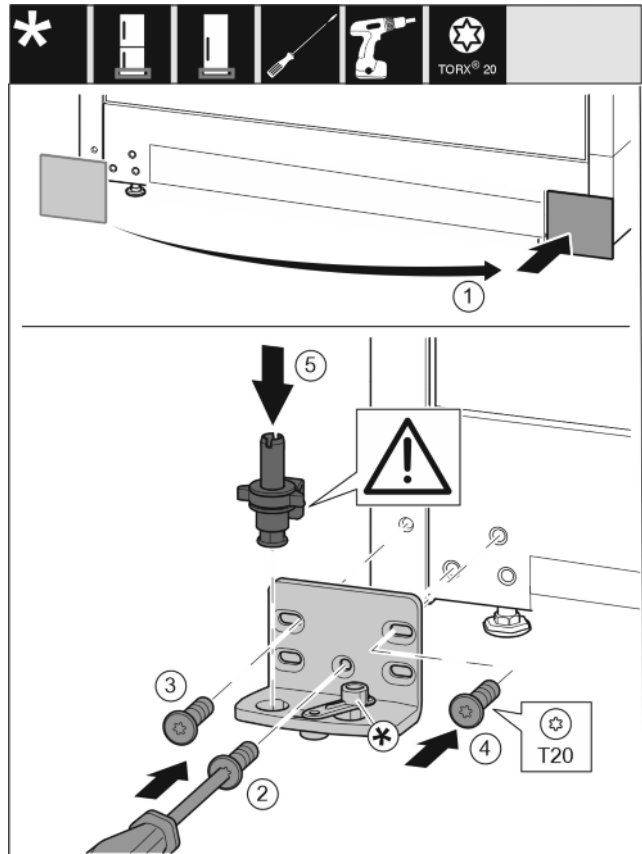

Fig. 15
- ▶ Sejměte kryt a připevněte jej na druhé straně. Fig. 15 (1)
- ▶ Nasadte stojan ložiska na druhé straně a přišroubujte pomocí šroubováku T20. Začněte šroubem 2 dole uprostřed. Fig. 15 (2)
- ▶ Pevně utáhněte šroub 3 a 4. Fig. 15 (3,4)
- ▶ Zcela vložte ložiskový čep. Přitom dávejte pozor, aby zajišťovací vačka směřovala dozadu. Fig. 15 (5)